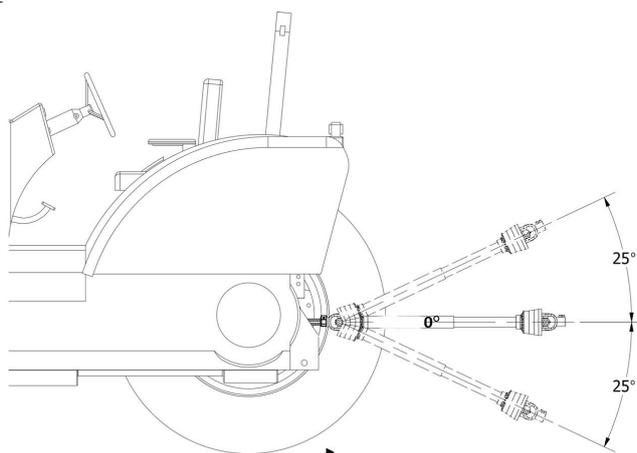

Рисунок 17
- Не превышайте углы на кардане ВОМ более 25 градусов (Рис. 17).